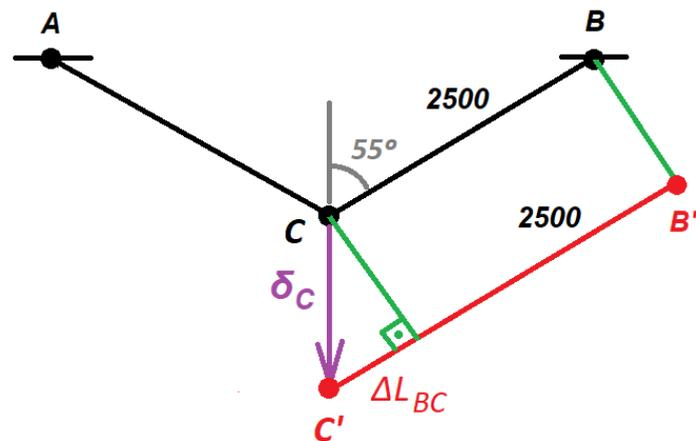

Figura 4. Aproximação cinemática para treliças em regime de pequenos deslocamentos
- Considerando pequenos deslocamentos, assume-se que a inclinação da barra não se altera significativamente ao longo do processo de deformação da treliça (ou de deslocamento do ponto C). Assim, violando a condição de deslocamento nulo do ponto B (apoio fixo), a ideia é supor que a barra translada ao longo da direção definida pelas linhas verdes na Figura 4 abaixo e, em seguida, sofre o alongamento  $\Delta L_{BC} = 1,362 \text{ mm}$ , assumindo a posição deformada em vermelho ( $C'B''$ ) e mantendo a inclinação original (ângulo de 55 graus em relação à vertical)